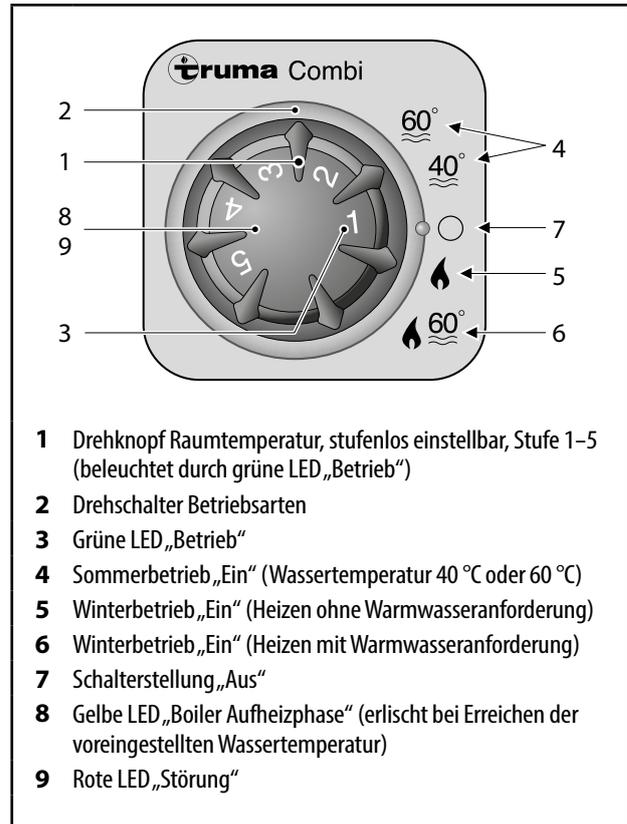

Abb. 46 Bedienteil Truma Combi
1. Drehschalter (Abb. 46, Pos. 2) in Stellung (Abb. 46, Pos. 6) stellen.
2. Drehknopf (Abb. 46, Pos. 1) in die gewünschte Thermostatstellung 1–5 für die Raumtemperatur drehen. Die grüne Kontrolllampe „Betrieb“ (Abb. 46, Pos. 3) leuchtet und zeigt die Stellung der eingestellten Raumtemperatur. Nach Erreichen der eingestellten Raumtemperatur schaltet der Brenner auf die kleinste Stufe zurück und das Wasser im Boiler wird auf eine Temperatur von 60 °C aufgeheizt.
Die gelbe Kontrolllampe „Boiler Aufheizphase“ (Abb. 46, Pos. 8) zeigt die Aufheizphase an und erlischt bei Erreichen der Wassertemperatur.
1. Drehschalter (Abb. 46, Pos. 2) in Stellung (Abb. 46, Pos. 5) stellen.
2. Drehknopf (Abb. 46, Pos. 1) in die gewünschte Thermostatstellung 1–5 für die Raumtemperatur drehen. Die grüne Kontrolllampe „Betrieb“ (Abb. 46, Pos. 3) leuchtet und zeigt die Stellung der eingestellten Raumtemperatur. Nach Erreichen der eingestellten Raumtemperatur schaltet die Heizung ab. Bei gefülltem Boiler wird das Wasser automatisch mit beheizt.
In dieser Betriebsstellung leuchtet die gelbe Kontrolllampe „Boiler Aufheizphase“ (Abb. 46, Pos. 8) nur bei Wassertemperaturen von unter 5 °C.
2. Drehknopf (Abb. 46, Pos. 1) in die gewünschte Thermostatstellung 1–5 für die Raumtemperatur drehen. Die grüne Kontrolllampe „Betrieb“ (Abb. 46, Pos. 3) leuchtet und zeigt die Stellung der eingestellten Raumtemperatur. Nach Erreichen der eingestellten Raumtemperatur schaltet die Heizung ab.
1. Drehschalter (Abb. 46, Pos. 2) in Stellung (Abb. 46, Pos. 7) ○ stellen.